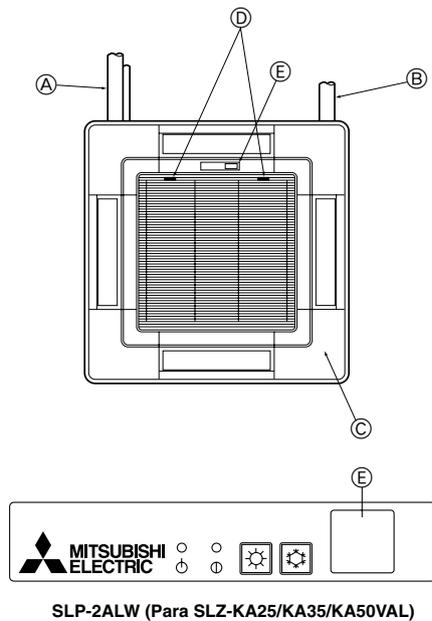

Fig. 8-11
8.5. Instalação da grelha de admissão (Fig. 8-11)
- (A) Tubagem de refrigerante da unidade principal
- (B) Tubagem de drenagem da unidade principal
- (C) Painel de canto
- (D) Posição das alavancas na grelha de admissão quando enviada da fábrica.
- (E) Receptor (Para SLZ-KA25/KA35/KA50VAL)